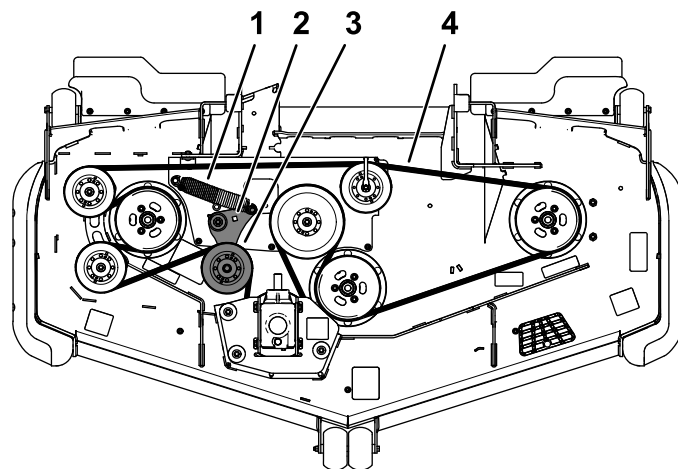
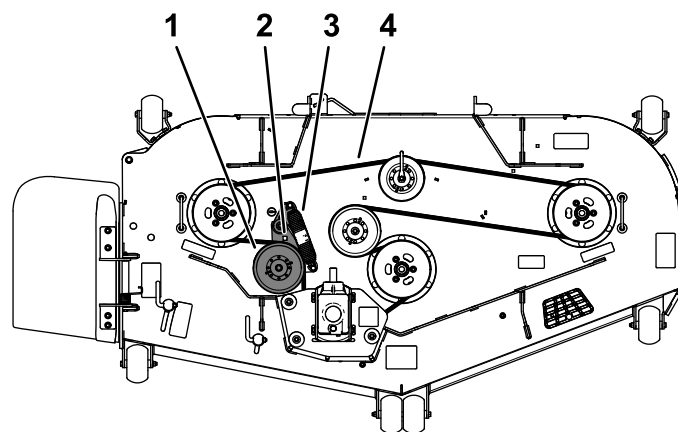

Bild 60
Bild 61
5. Setzen Sie eine Ratsche in das rechteckige Loch im Spannarm ein, um die Spannung an der Spannscheibenfeder zu lösen (Bild 60 oder Bild 61).
7. Legen Sie den neuen Riemen um die Riemenscheibe des Mähers (Bild 60 oder Bild 61).
8. Stellen Sie sicher, dass die Federenden in den Ankernuten sitzen, und legen Sie den Riemen mit Hilfe der Ratsche im rechteckigen Loch um die Umlenkrolle (Bild 60 oder Bild 61).